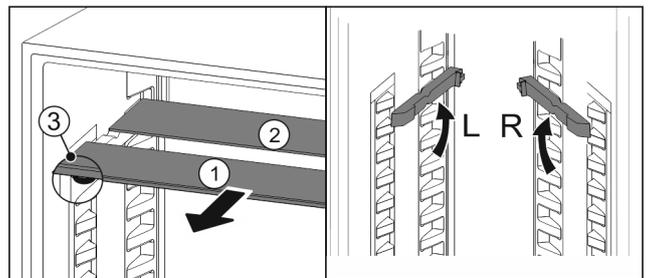

Fig. 81
- ▶ Izvucite Fig. 81 (1) staklene ploče jednu po jednu prema naprijed.
- ▷ Staklena ploča Fig. 81 (1) s ukrasnom letvicom nalazi se sprijeda.
- ▷ Zaustavljači Fig. 81 (3) su usmjereni prema dolje.